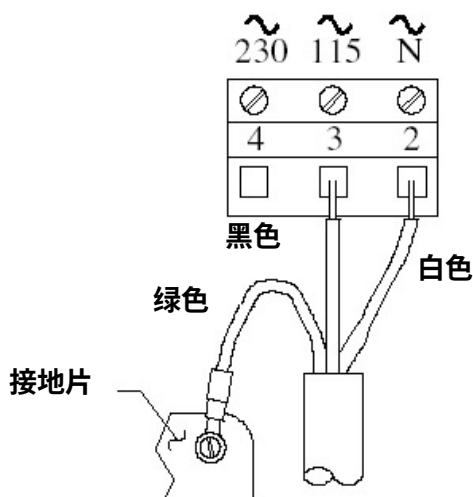

图 2-12
- 序列号前缀带“B”分析仪的机箱底部接地条（5 个开孔，图 2-12、2-14 或 2-16）